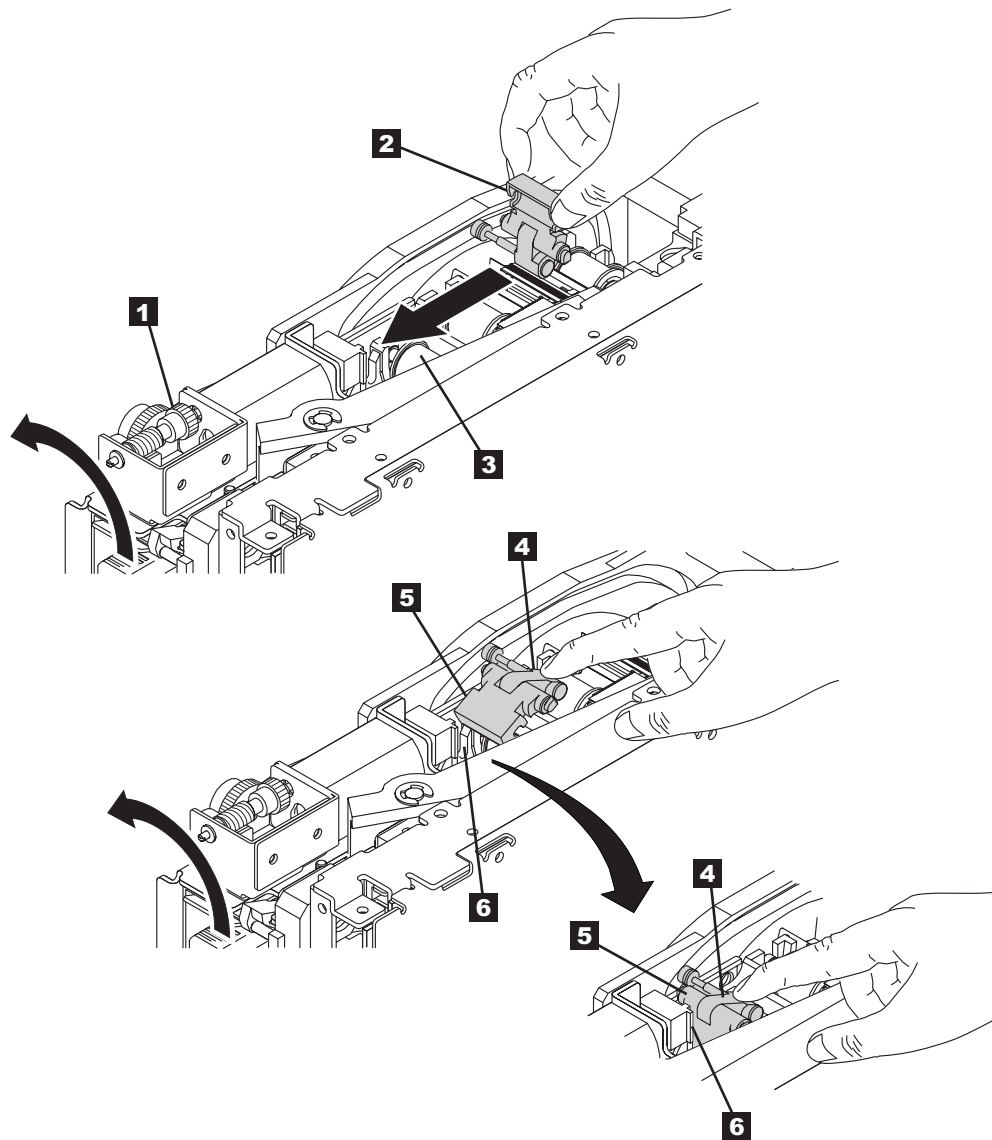

Abbildung 29. Bandmitnehmerstift in Bandkassette führen
- f. Drehen Sie das Zahnrad des Lademechanismusmotors (siehe **1** in Abb. 29) von Hand in Entladerichtung, bis der Bandmitnehmer **2** die letzte Rolle **3** erreicht.